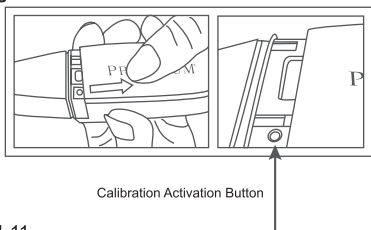

Fig. 1.11
4. Quite la tapa del compartimiento de las pilas para ver el botón de activación de calibración; un orificio en el borde izquierdo inferior, tal y como se muestra en la **Fig. 1.11**.